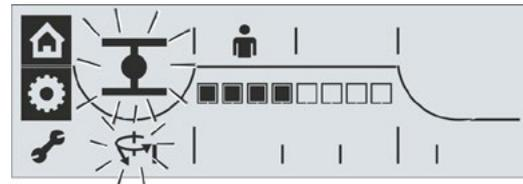

Fig. 2: Menu Parametri attivo
5. Confermare la selezione: premere il Drive Controller. L'attuatore si trova nel menu "Parametri", il simbolo della chiave è sempre acceso e il simbolo del primo parametro lampeggia, qui la coppia torcente in posizione di fine corsa CHIUSO (fig. 2).